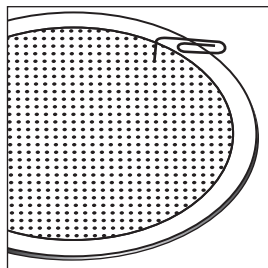

FIGURE 2
1. Separate the parts of the speaker. If the speaker is not yet installed, the grille can be removed simply by pushing the clamp screws forward to push the grille off the speaker from the inside. If the speaker is already in the wall, carefully hook the grille with a bent paper clip and pull it gently away from the frame [Figure 2].
1. Séparez les divers éléments du haut-parleur. Si le haut-parleur n'est pas encore installé, la grille peut être retirée en appuyant sur les vis des crampons et en tirant la grille du haut-parleur. Si le haut-parleur est déjà installé dans le mur, dégagez délicatement la grille à l'aide d'un trombone plié [Figure 2].